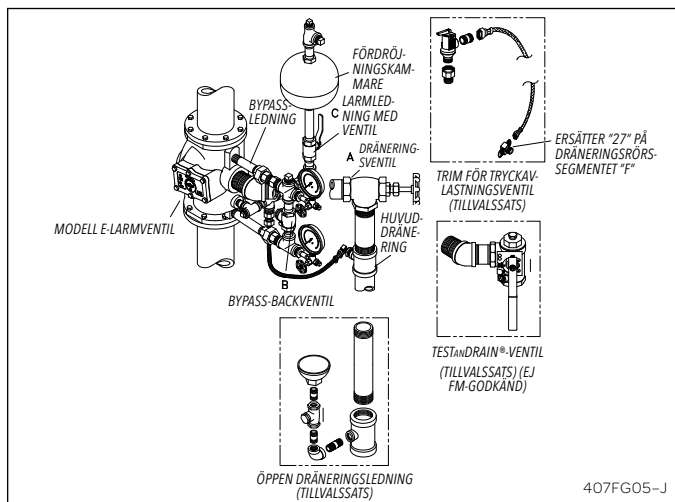
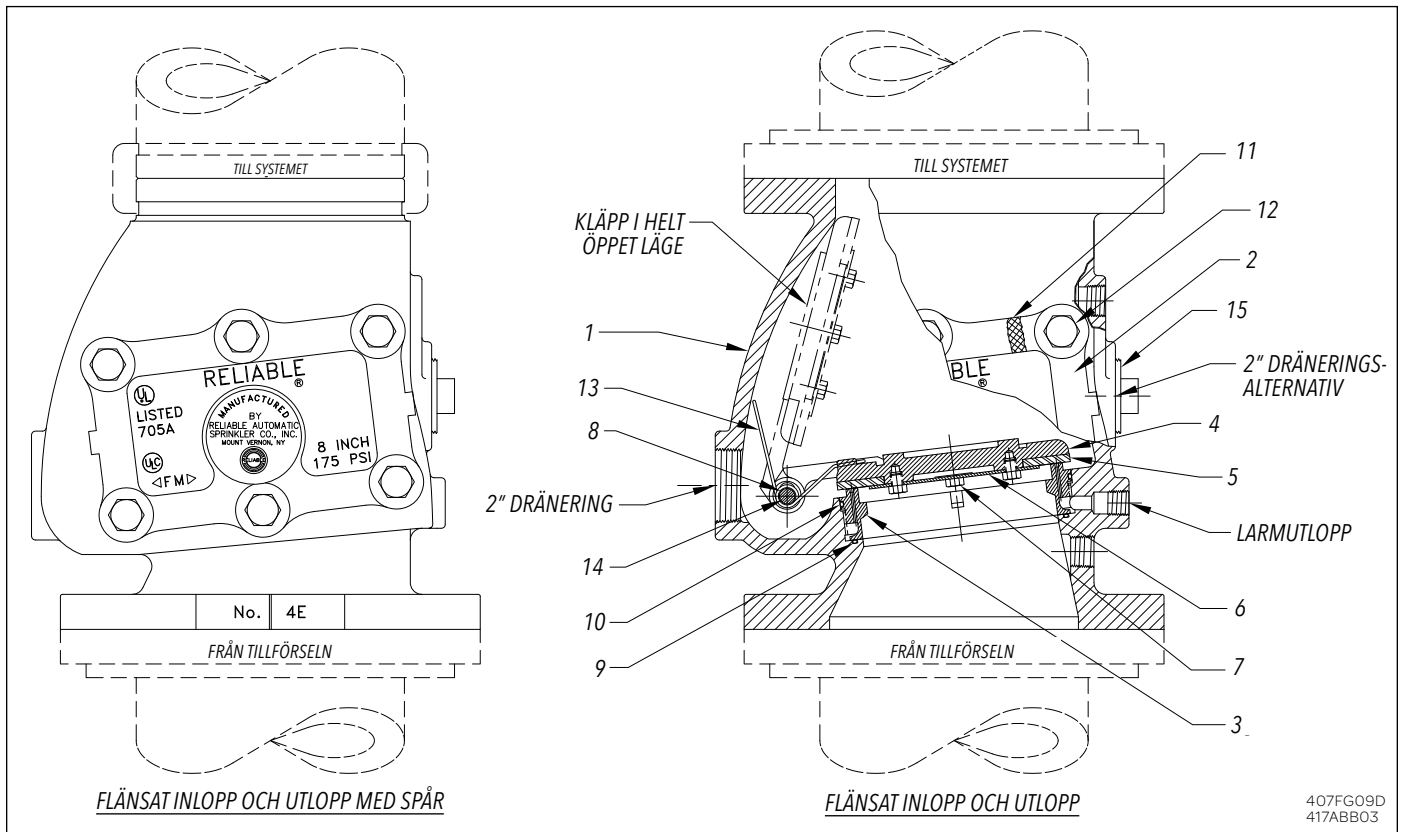

Fig. 7 – E3-vertikalt Trim
Fig. 9
1. Bypassledningen, fig. 7, med backventil (B) tillåter tryckstötarna att passera från tillförsel till systemsidan av larmventilskläppen utan att lyfta upp kläppen från sitt säte. Upprepade tryckstötter bygger upp ett effektivt överskottstryck i systemet, som stadgar kläppen och förhindrar falsklarm. Om en kraftig tryckstöt tvingar kläppen ur sitt säte och tillåter vattnet att flöda in i larmledningen, reagerar modell E1-fördröjningskammaren.
### Tester (se fig. 7 och 8)
1. Öppna ventil (A), fig. 7, för att dränera den, vilket bör spola bort alla lösa ämnen som fastnat i larmventilsätet. Stäng ventilen och se om vattenflödet upphör.
Enhet: Artikel 5, fig. 9.
- 3) "O"-ringar för säte: Artikel 9 och 10, fig. 9.
- c. I båda fallen (a eller b), dränera systemet genom att öppna ventil (A), fig. 7 och 8. Ta bort kåpan (2), fig. 9, axelrörsluggen (14), gångjärnstappen (8) och kläppenheten (4).
**Obs!** Tryck ner fjädern (13) när du tar bort gångjärnstappen (8).
- 2) Ta bort "O"-ringarna, artiklar 9 och 10, fig. 9. Rengör "O"-ringsspåren och tätningytorna noggrant. Kontrollera ev. skador eller främmande ämnen.
- 3) Sätt tillbaka locket (2) och kontrollera att lockpackningen (11) sitter rätt och att bultar och muttrar är ordentligt åtdragna.
- 4) Stäng dräneringsventilen (A), fig. 7. Öppna huvudreglerventilen långsamt. Säkerställ att ventil (C) och huvudreglerventilen ägnas ordentlig tillsyn i ÖPPET läge.
Falsklarm orsakas i allmänhet genom tryckstötter i vatten-tillförseln och kan inträffa om systemet förlorar sitt effektiva övertryck (se "Drift"). Liknande avläsningar på tryckmätarna för system och tillförsel är ett tydligt tecken på att övertrycket har förlorats. En eller flera av följande kan bidra till förlust av tryck – Läckande dräneringsventiler i systemet, läckage vid larmventilsätet (3), fig. 6, läckage mellan kläppen (4) och gummiinfodringen (5) eller läckage i bypass-backventilen (B), fig. 7.